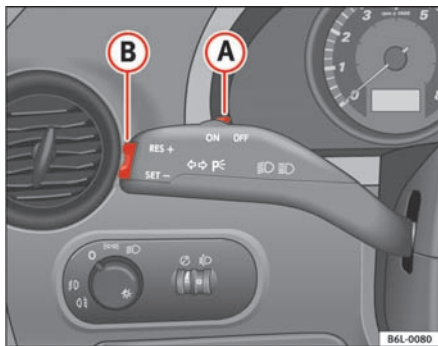

Fig. 103 Blink- og fjernlysarm: kontakt og vippeknap til fartpilot
- Flyt kontakten ⇒ fig. 103 **A** mod venstre til **ON**.